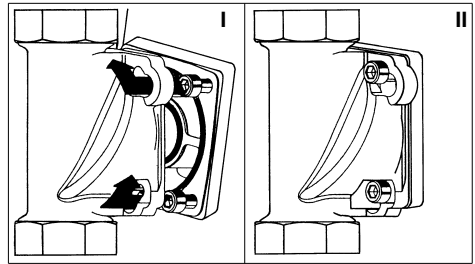

Fig. 4: Bride de montage rotative à baïonnette
- Introduire les quatre vis M6x25 de la bride dans les trous percés à cet effet (cf. fig. 4 I).
- Tourner le filtre dans le sens des aiguilles d'une montre jusqu'à la butée (cf. fig. 4 II).